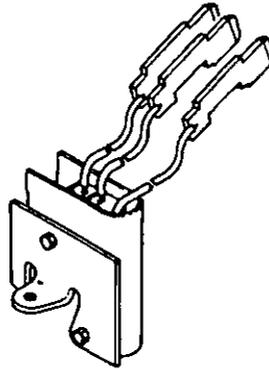

FIGURA 2.15. Contacto preparado para cerrar PF.
**Contacto preparado para cerrar PF.**- Este contacto indica que el interruptor está abierto, el mecanismo de energía almacenada está cargado, el mecanismo está correctamente armado, el botón de apertura no está enclavado y ninguna orden de apertura ha sido emitida, la figura 2.15 muestra estos contactos.